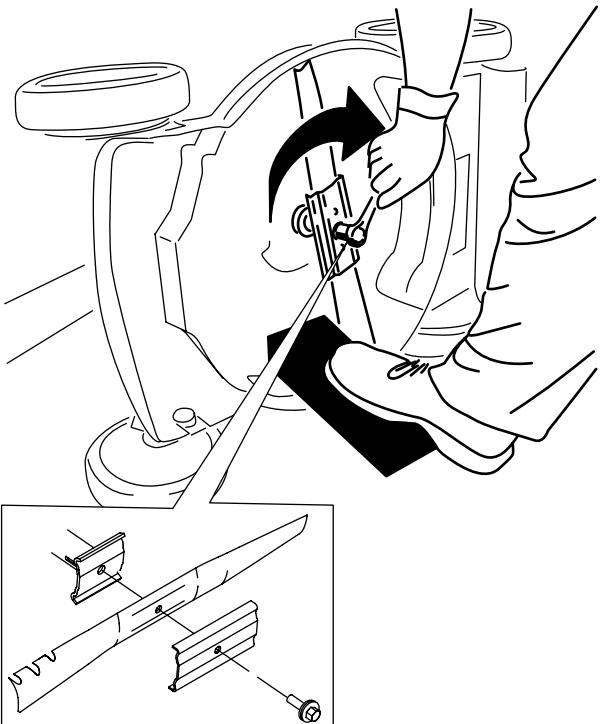

Figura 32
5. Instale la cuchilla nueva y todos los herrajes de montaje (Figura 32).